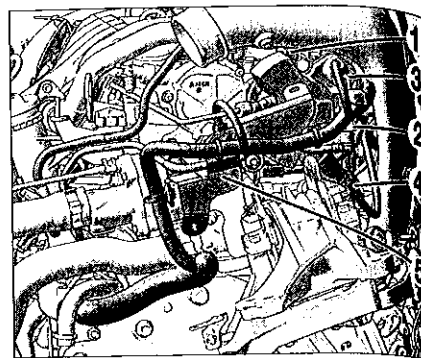
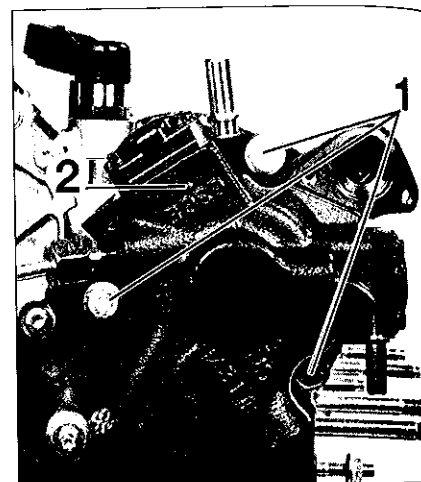

FIG.27
FIG.28
- Déposer les durits (1) et (2) (Fig.27).
- Débrancher, débrider et écarter les connecteurs (3) et (4) de pompe haute pression.
- Déposer le support faisceau électrique (5).
- Déposer les 3 vis (1) de la pompe haute pression (2) et récupérer le joint (Fig.28) puis déposer la pompe haute pression.